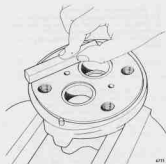

Fig 168.
11. Avlägsna med ett bryne alla repor och grader från de bearbetade ytorna på adaptorn 17, mellanstycket 16, locket 14, kugghjulens skivor och kuggtoppar, se fig 168, 169 och 170.